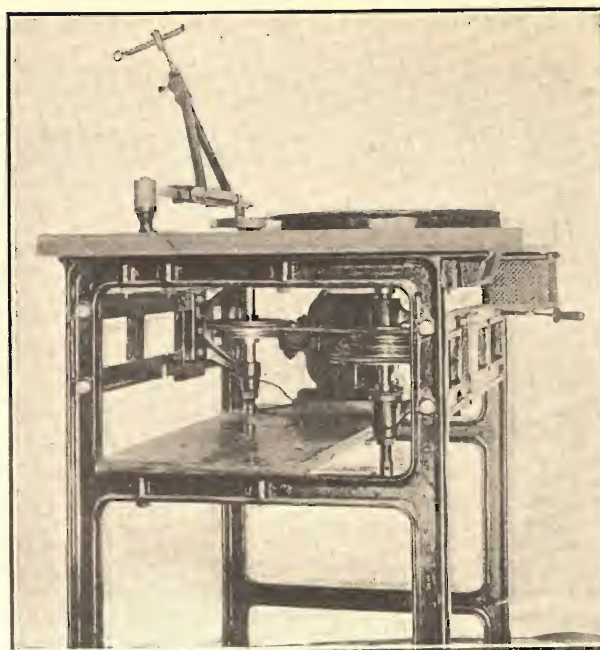

Fig. 2. — Macchina semplice modello piccolo vista di fianco.
L'acqua contenuta in un serbatoio S (fig. 2) viene sottoposta a forte pressione mediante aria compressa che, introdotta dai tubi N, N, e pesando sul livello del liquido, lo spinge ad uscire per il tubo pescante fin quasi in fondo al serbatoio, ove nuova acqua può venire immessa, anche continuamente purchè essa pure con sufficiente pressione, dall'apertura O. L'aria compressa può invece essere introdotta una volta tanto; e pur essendo uno dei tubi N, N (od entrambi) in comunicazione con un serbatoio d'aria di riserva, poichè esso rimane chiuso da una valvola, la pressione dell'aria medesima, opponendosi a quella dell'acqua che entra e aumentando a misura che il livello sale, regola pure la quantità d'acqua che rimane sempre nel serbatoio. Qualora, malgrado tutto, il livello salisse troppo, un galleggiante che fa da contrappeso ad una valvola aprirebbe leggermente quest'ultima introducendo nuova aria compressa.
Tuttavia, è ovvio che l'uso dei getti di vapore è un puro ripiego per non impiantare una pompa in prossimità immediata dell'evaporatore; anche la condensazione può far difetto, e tutto il funzionamento del sistema dipende dall'esistenza d'una bassa pressione interna generale. Questa è infatti ottenuta, in ultima analisi, da una pompa aspirante, ma situata sotto il condensatore, e che è pneumatica e idraulica nel medesimo tempo poichè usa precisamente l'acqua come strumento di aspirazione. Come si comprende dallo schema della figura 3, il liquido penetra dall'entrata C, succhiato dalla ruota centrifuga A, che la spinge nella camera B e la forza nel cono D, donde esce nel tubo apposito, spandendosi; ma durante il suo moto l'acqua trascina dell'aria (aspirata dal tubo y della fig. 2 per l'orifizio y della fig. 3), formando la prima come tanti stantuffi liquidi che racchiudono, fra essi, degli strati (L) della seconda.
Si ripete così il caso della pompa pneumatica a mercurio — la più perfetta finora conosciuta, ma senza bisogno di usare il mercurio — come, nell'insieme della macchina, il raffreddamento avviene senza bisogno di ricorrere a gas estranei, pericolosi per le loro proprietà chimiche e per la pressione cui sono sottoposti. Gli è che l'acqua la quale evapora nel recipiente E sottrae il suo calore dalla maggior parte rimanente, che cola in basso, e viene pompata dalla pompa P, verso l'alto, nel tubo che termina con una freccia (fig. 2) o lateralmente; essa ha una temperatura di poco superiore a zero, od anche di zero; e se non gela è grazie al suo movimento. Ma basta lanciarla nelle forme metalliche apposite, attorno alle quali circola una corrente d'aria che le raffredda ancora di qualche grado, per avere immediatamente dei blocchi di ghiaccio.
Se quest'acqua deve servire non per ottenere il ghiaccio direttamente, ma per raffreddarne dell'altra, basta mescolarla, nel serbatoio S, con del sale comune, che vi si scioglie mantenendola liquida anche a parecchi gradi sotto zero. Il processo è allora anche più economico, perchè una data quantità di acqua salata basta, circolando attorno alle forme, ad agghiacciarne una quantità maggiore. Così pure, una piccola parte dell'acqua raffreddata nell'evaporatore E basta ad assorbire i vapori nel condensatore K, ed a misura che si riscalda e si rinnova, essa scende ad alimentare (per un tubo ricordato in C. ed invisibile nella fig. 2) la pompa pneumatica che è sotto il condensatore, mossa, come l'altra, e con un albero unico, dalla stessa turbina Z che aziona così tutto il sistema.